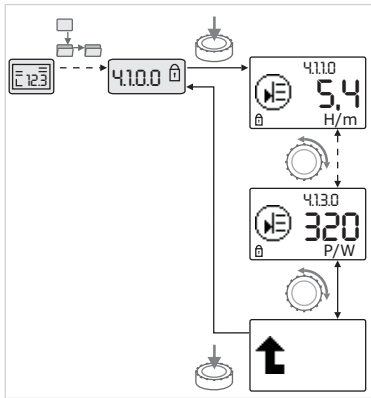

Fig. 39: Hämtning av information
- Välj menyelement av typen "Information" för aktuell undermeny genom att vrida på driftknappen (se Fig. 39). För en förklaring av inställningarna med symboler, se tabellen i kapitel 8.7 "Referens menyelement" på sidan 40.